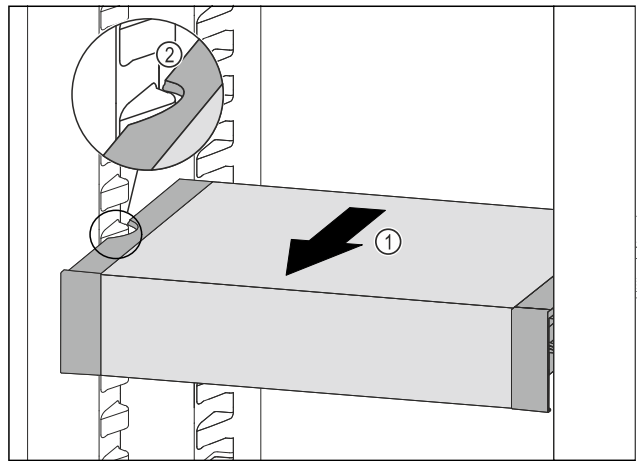

Fig. 89
- ▶ Изтеглете VarioSafe напред Fig. 89 (1), докато страничните прорези на VarioSafe се намират на височината на реброто на съда в хладилната част. Fig. 89 (2)